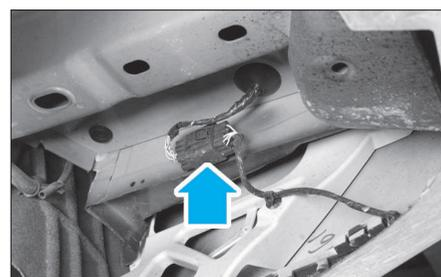

FIG. 93
- Déconnecter le connecteur du faisceau de bouclier (Fig.93).